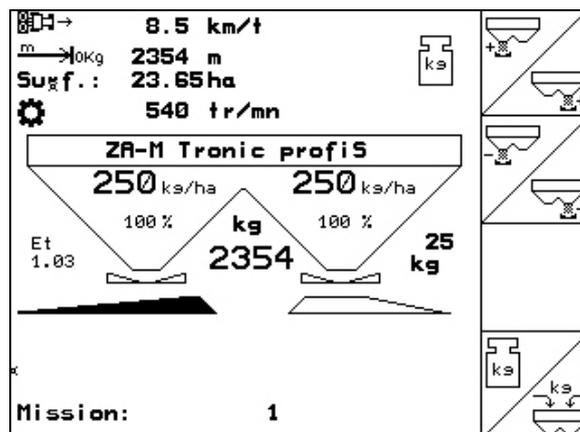

Fig. 66
- Dans le menu de travail (Fig. 66).